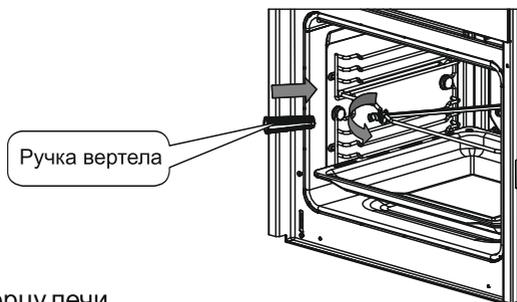

Рис. 7
6. По окончании готовки на вертеле откройте дверцу печи, поверните ручку вертела, чтобы снять с него готовые продукты (рис. 7). Открутите ручку от вертела.